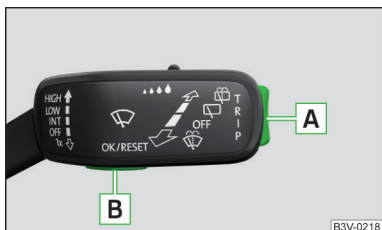
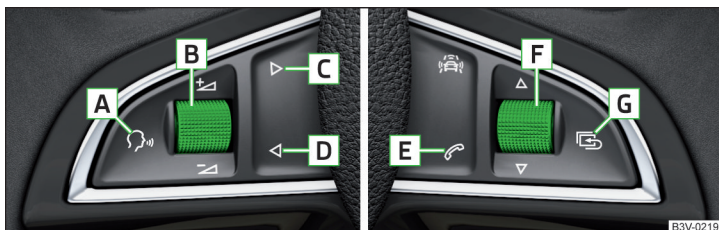

Fig. 29
Fig. 30 Tastele/roțițele: de la volanul multifuncțional
- › Apăsați mai lung tasta **A** de pe maneta de operare » fig. 29 la pagina 44.
- › Apăsați mai lung tasta **G** de pe volanul multifuncțional » fig. 30 la pagina 44.
Meniurile se pot opera de la taste de pe maneta de operare » fig. 29 la pagina 44, respectiv de pe volanul multifuncțional » fig. 30 la pagina 44
Prin rotirea în continuare a butonului de reglare **F** » fig. 30 la pagina 44 de la volanul multifuncțional se afișează meniul **Ultimele destinații**.
➤ Rotiți rotița  » fig. 30 la pagina 44.